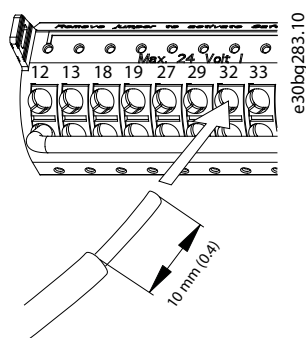

図 5.19 ソリッドコントロールワイヤの接続
- ソリッドワイヤの場合は、裸のワイヤを接点に押し込みます。図 5.19を参照してください。